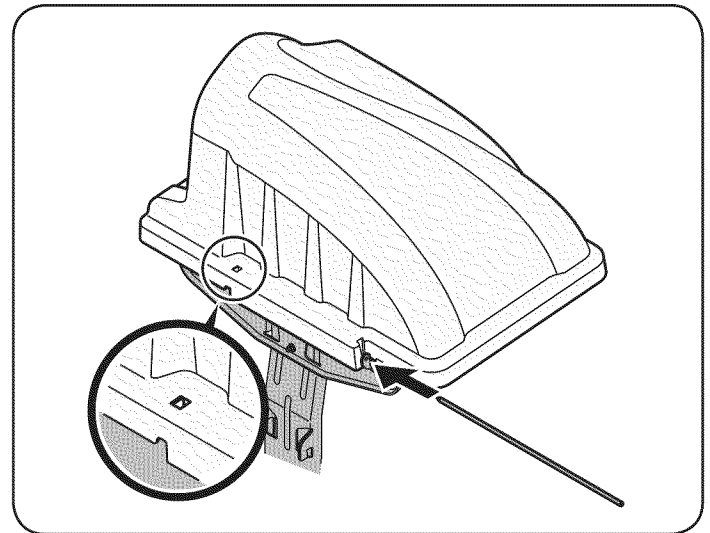
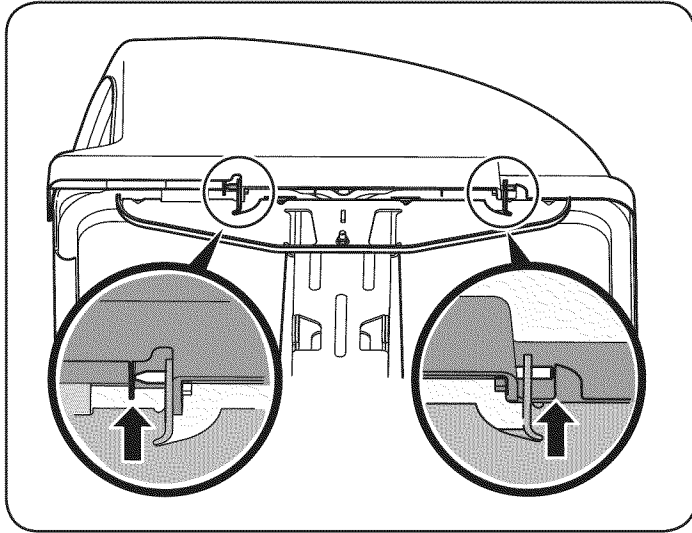

Figure 39
Figure 40
4. Deslice el pasador de la bisagra en el orificio situado en la ficha de montaje, como en la Figure 39. Utilice la ventana de cut-out (ver recuadro de la Figure 39) para alinear la bisagra pasador en la otra clavija lateral y empujar todos hasta que alcance el tope. En este punto los clips en lugar y está asegurado por una ficha en la tapa del contenedor. Vea la Figure 40.